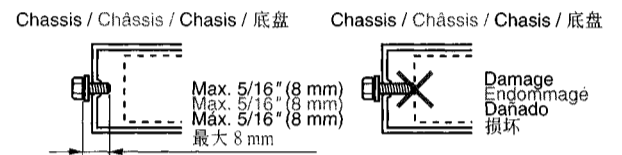

Figure 3 / Figure 3 / Figura 3 / 图 3
4. Use the enclosed screws for installation. Using other screws can cause damage. (Figure 3)
4. Utiliser les vis fournies pour l'installation. L'utilisation d'autres vis peut causer des dommages. (Figure 3)
4. 请使用附带的螺丝进行安装。使用其他螺丝可能引起故障。(图 3)